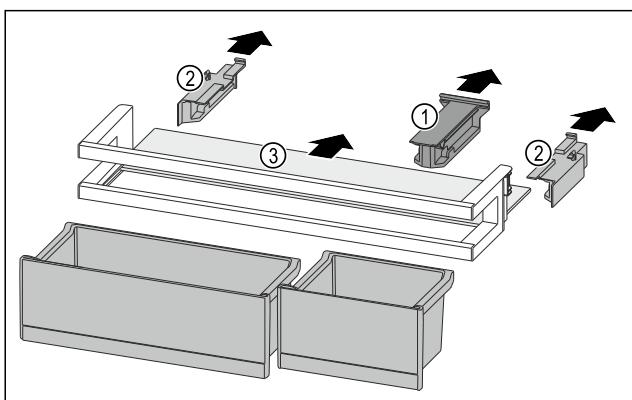

Fig. 132
- Снимите крепление Fig. 132 (1).
- Снимите боковые части Fig. 132 (2).
- Извлеките съемную полку Fig. 132 (3).